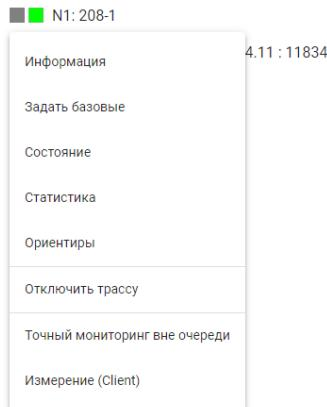

Рисунок 17-22. Меню модуля
- Если «кликнуть» («тапнуть») на название трассы открывается меню Рисунок 17-22.